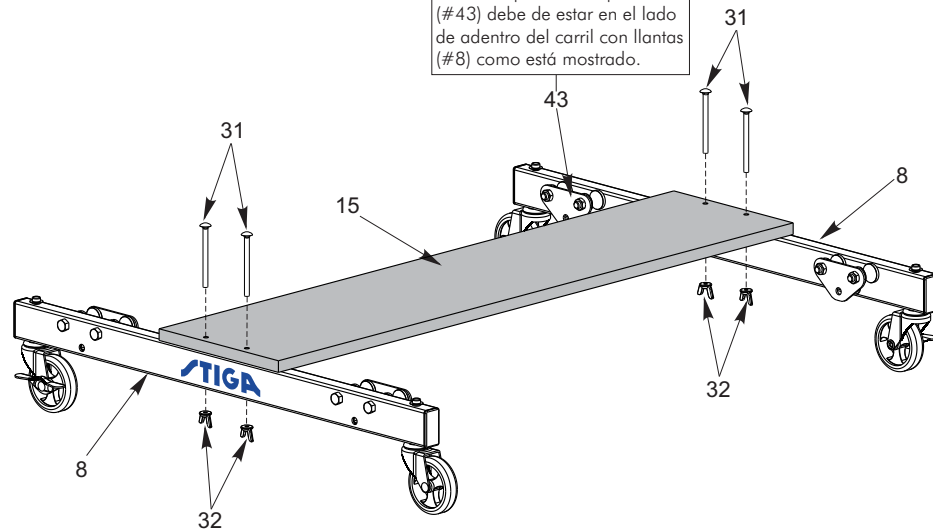

Figura 3
3. Una la Tabla Inferior (#15) a el Carril con Llantas (#8) como esta mostrado en la **Figura 3**. Voltee los Carriles como están ilustrados y una la Tabla Inferior con los cuatro Tornillos de Carruaje (#31) y las cuatro Tuercas de Mariposa (#32). Atornille tuercas asegurándose que estén apretadas y seguras.
2. Afloje las tuercas de mariposa (#32) adjuntas a los Tornillos (#31) con el fin de crear suficiente espacio para alinear las dos mitades de la mesa. Ver Figura 3 (Pg.4).